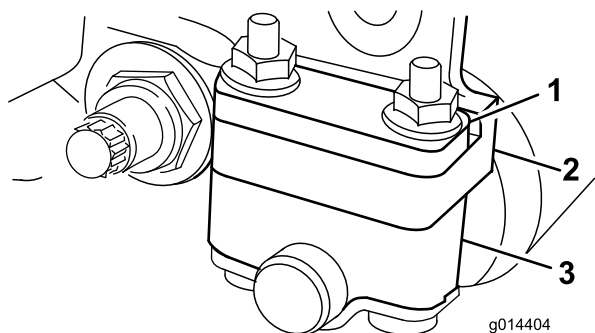
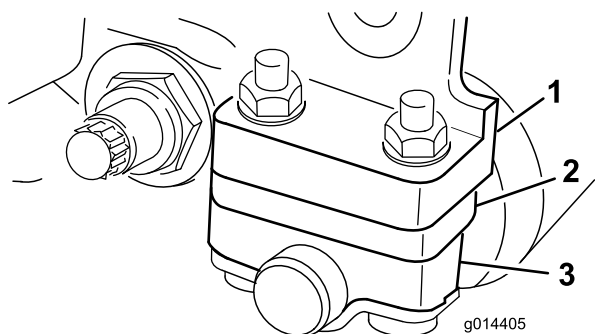

Figura 3
Figura 4
1. Ajuste los soportes del rodillo trasero a la posición superior o inferior, dependiendo del intervalo de alturas de corte deseado (Figura 3 y Figura 4).
- Coloque el espaciador encima de la brida de montaje de la chapa lateral (ajuste de fábrica) para obtener un intervalo de alturas de corte de 1,6 a 6,4 mm (Figura 3).
- Coloque el espaciador debajo de la brida de montaje de la chapa lateral para obtener un intervalo de alturas de corte de 3 a 25 mm (Figura 4).